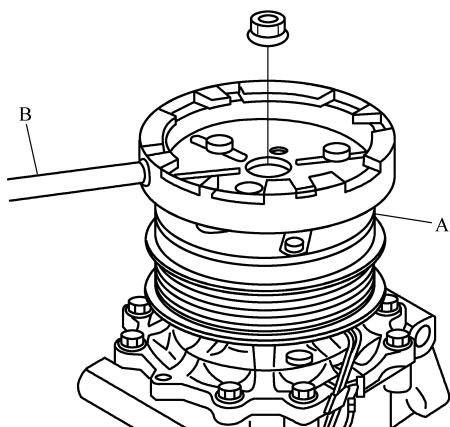

图 5-10 拆卸中心螺母
1) 如图 5-10 所示, 用通用空调离合器固定器 B 固定驱动盘 A, 拆下中心螺母。